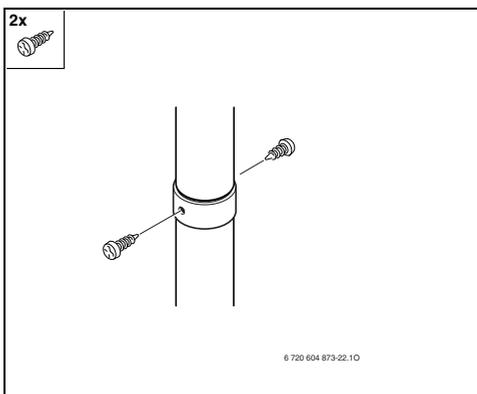

Fig. 32
- ▶ Fixer le raccord avec les vis fournies (Fig. 32).